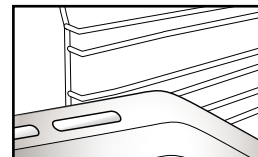

Fig. 2
2. Другие принадлежности, такие как поддон и противень, устанавливаются тем же способом, что и решетка (Рис. 2).